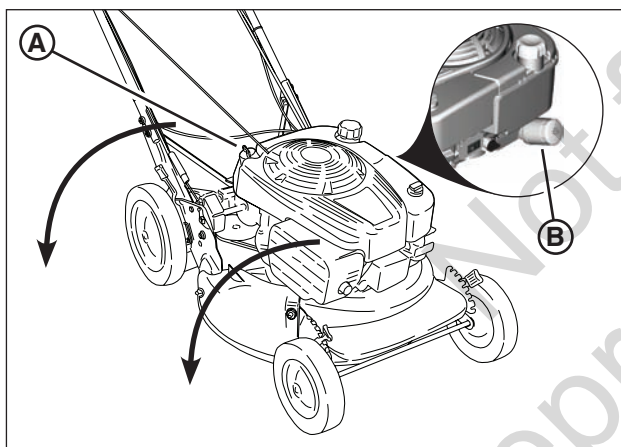

Figure 14: Vidangez l'huile du moteur
2. Retirez la jauge d'essence (**A**, **Figure 14**), puis renversez la tondeuse sur son côté. Laissez l'huile se vidanger en la faisant passer du tube du graisseur dans un récipient approprié. Éliminez l'huile usagée de façon appropriée.
2. Retirez le filtre à huile (**B**, **Figure 14**) et jetez-le de façon appropriée.